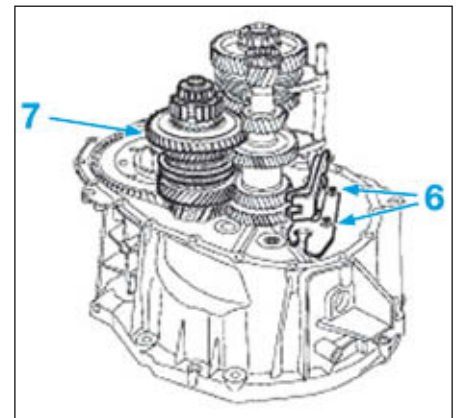

FIG.22
• Déposer (Fig.22) :
- les vis (6) de l'inverseur de commande.
- l'arbre secondaire court (7).